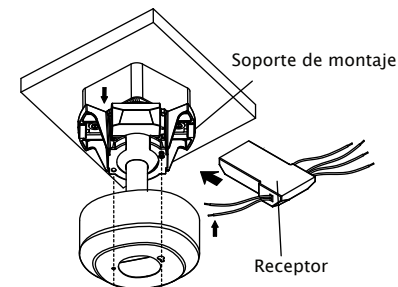

Fig. 15
**Paso 1.** Inserte el receptor en el soporte de montaje y manténgalo plano en oposición al techo. (Fig. 15)